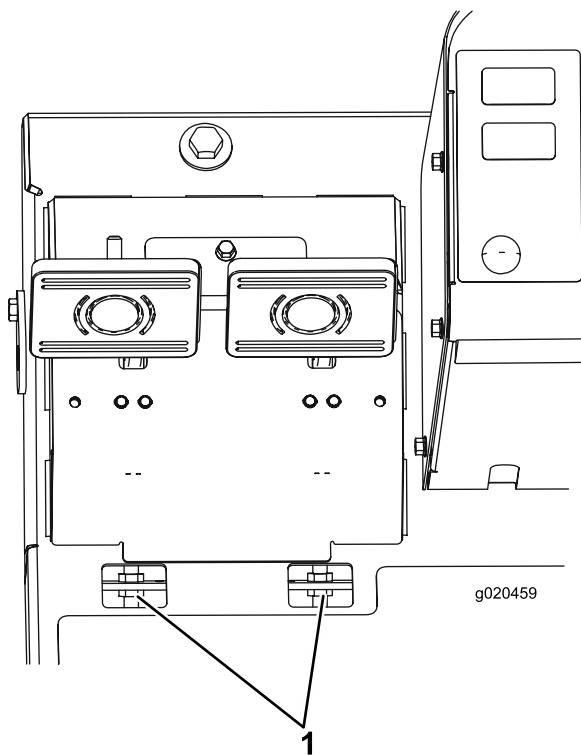

**Figura 94**
- A. Afloje los 2 tornillos de montaje, y retire la tapa de ajuste de los frenos (Figura 94).